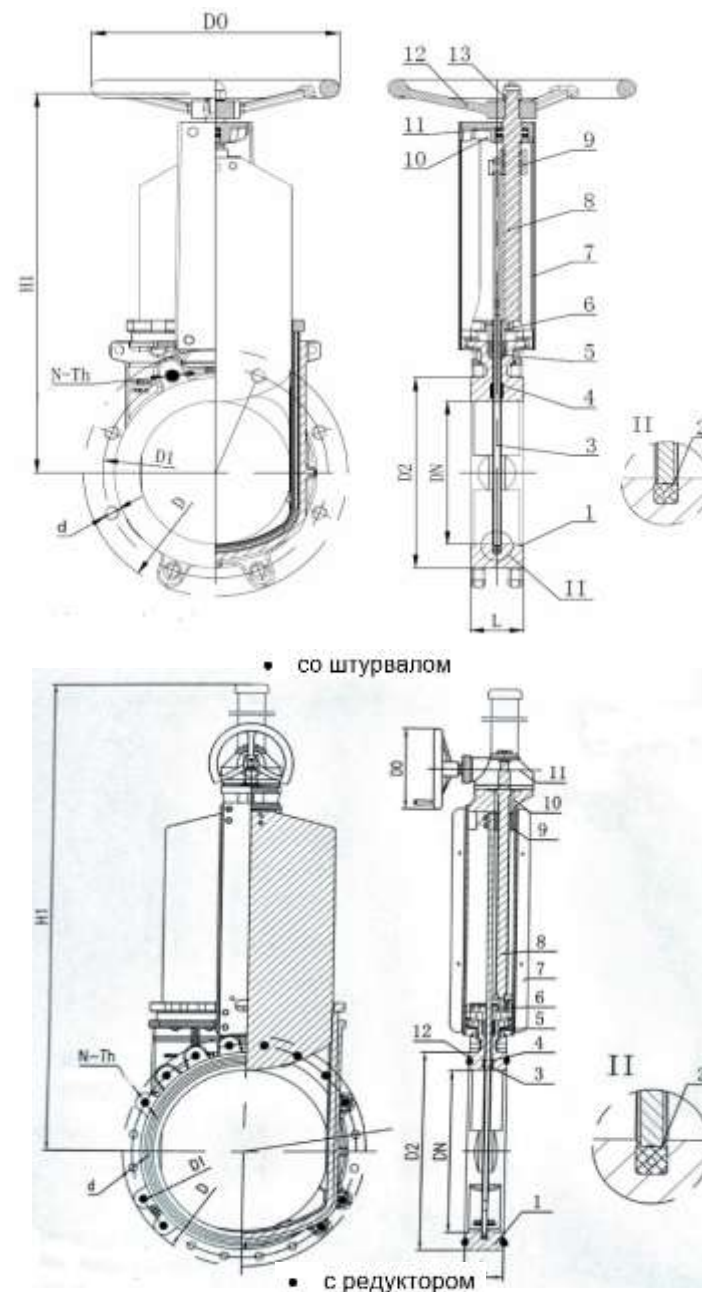

Рис.1
2.2 Основные габаритные размеры ТМЦ приведены в табл. №2 и Рис. 1
Основные детали и материалы ТМЦ приведены в табл.№3 и Рис.1.